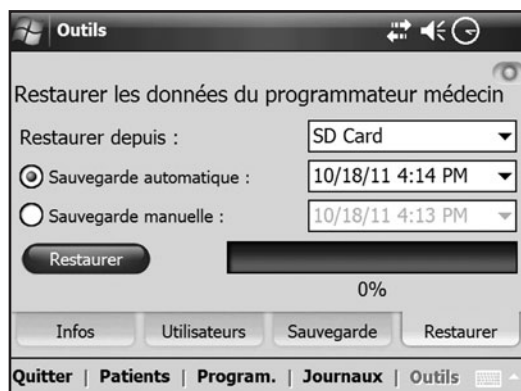

Figure 8-49 : Fenêtre Restauration.
4. Appuyez sur le **menu Outils**, puis sur l'**onglet Restauration**. La fenêtre de restauration s'ouvre. Reportez-vous à la Figure 8-49.